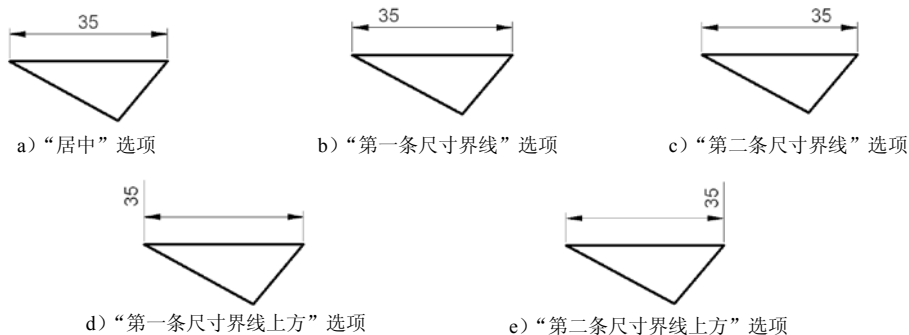

图 8.2.10 设置文字水平位置
- **水平 (H)**: 下拉列表: 用于设置标注文字相对于尺寸线和尺寸界线在水平方向的位置, 其中有“居中”“第一条尺寸界线”“第二条尺寸界线”“第一条尺寸界线上方”及“第二条尺寸界线上方”选项。图 8.2.10 显示了上述各位置的情况。
- **从尺寸线偏移 (O)**: 文本框: 用于设置标注文字与尺寸线之间的距离。如果标注文字在垂直方向位于尺寸线的中间, 则表示尺寸线断开处的端点与尺寸文字的间距。若标注文字带有边框, 则可以控制文字边框与其中文字的距离。